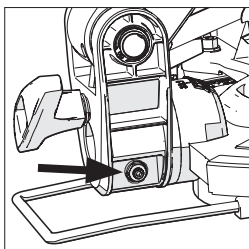

Fig. 11
- Gebruik de inbussleutel om de aanpassingsschroef verder naar binnen of buiten te draaien waar nodig. (**Fig. 11**)